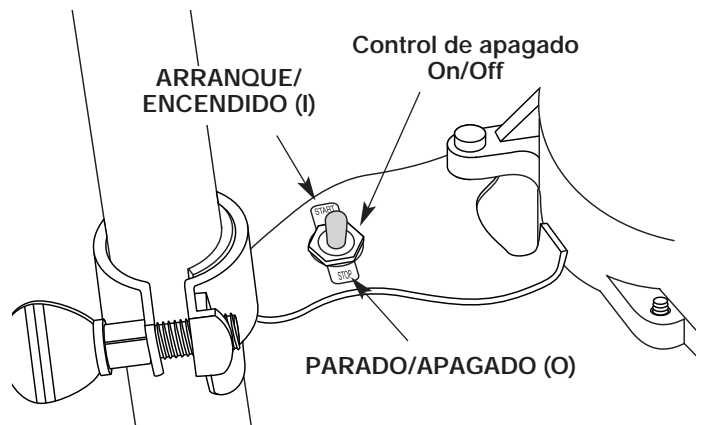

Figure 14
2. Coloque el control de encendido y apagado On/Off en posición de **ARRANQUE (I)** (Fig. 14).
**NOTA:** *La obturación no es necesaria para arrancar un motor que ya está caliente. Coloque el control de encendido y apagado en posición de **ARRANQUE (I)** (Fig. 14), y arranque en posición de obturación parcial (**PARTIAL (B)**) (Fig. 15).*
2. Coloque el control de encendido y apagado en posición de **APAGADO (O)** (Fig. 14).